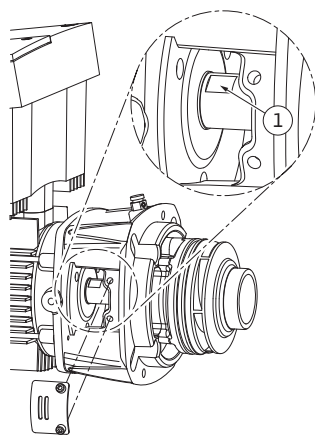

Fig. 51: Miejsca przyłożenia klucza na wale
15. Wprowadzić w okienko latarni klucz płaski, optymalny rozmiar klucza 22 mm i przytrzymać wał za miejsca przyłożenia klucza (Fig. 51, poz. 1). Wykręcić nakrętkę wirnika (Fig. 7, poz. 15). Wirnik (Fig. 7, poz. 16) zostaje automatycznie zdjęty z wału.
24. Podczas montażu wirnika wprowadzić w okienko latarni klucz płaski, optymalny rozmiar klucza 22 mm, i przytrzymać wał za miejsca przyłożenia klucza (Fig. 51, poz. 1).